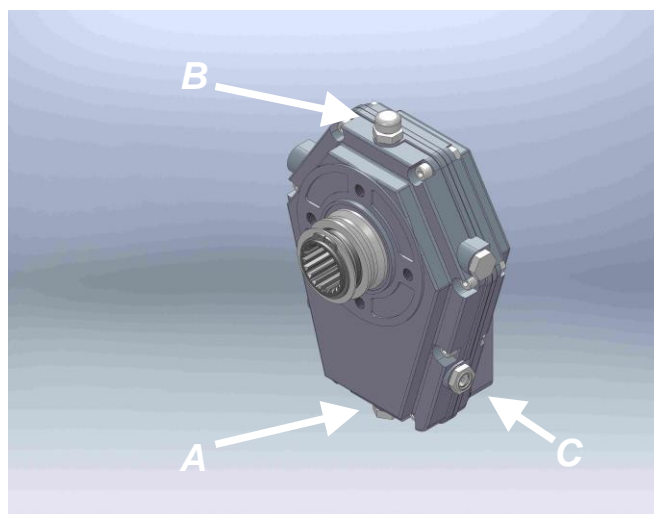

Figure 23B
- ☞ Le multiplicateur [Figure 23B] de l'option PDF utilise de l'huile à engrenage A.P.I. GL5 (SAE 80W90) ou de l'huile synthétique (SAE 75W90). Contenance : 0.350 litre.
Changez l'huile dans le multiplicateur [figure 23B] au début de chaque saison des semis ou d'application. Les changements de température durant la saison morte provoquent de la condensation sur les parois de la transmission, réduisant ainsi l'efficacité de la lubrification.
Pour vidanger l'huile, enlevez le bouchon de vidange [figure 23B, **A**] au bas du carter du multiplicateur. Pour faciliter l'écoulement, enlevez le bouchon de remplissage [figure 23B, **B**]. Réinstallez le bouchon de vidange, puis remplissez le multiplicateur avec de l'huile à engrenage A.P.I. GL5 (SAE 80W90) ou de l'huile synthétique (SAE 75W90) jusqu'au niveau recommandé, environ 0,35 litres. Une fenêtre indique le niveau d'huile à froid [figure 23B, **C**]. Vérifiez le niveau d'huile à tous les jours, remplir au besoin.